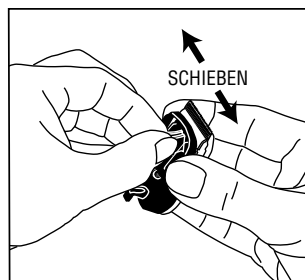

Abbildung 0
5. Nach dem Reinigen das Gerät ausschalten, die Scherköpfe mit einem sauberen, trockenen Tuch abwischen und mit dem Schneiden fortfahren. Falls die Scherköpfe nach dem Reinigen nicht schneiden, haben sich zwischen dem oberen und unteren Scherkopf möglicherweise einige feine Haarpartikel festgesetzt. Den Scherkopfsatz wie weiter oben beschrieben vom Gerät abnehmen. Den Scherkopfsatz in einer Hand halten und den Scherkopf von Seite zu Seite schieben, um festgesetzte Haarpartikel oder Rückstände zu entfernen (Abb. 0).